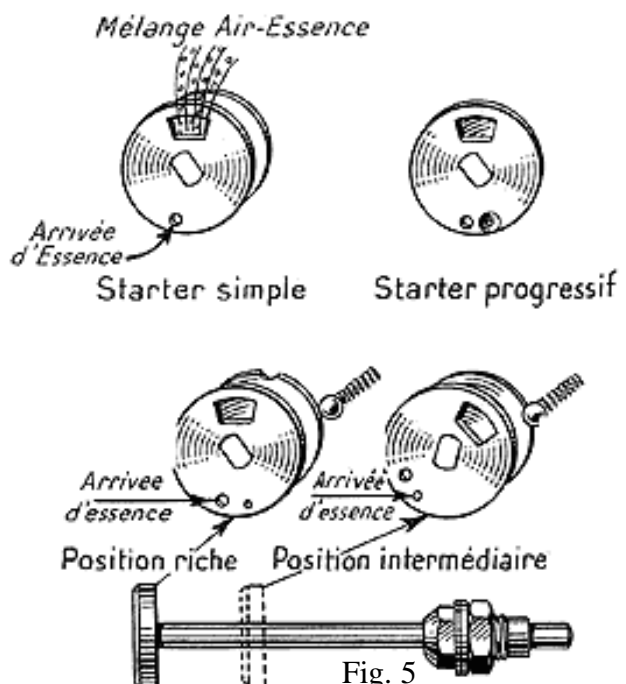

Fig. 5
L'action sur la tirette de starter provoque la rotation d'un jeu de glaces ne possédant qu'une position de richesse, avec ce modèle la commande doit être tirée à fond (starter en circuit) ou repoussée complètement (starter hors circuit). Ne jamais placer la tirette dans une position intermédiaire (Fig. 5).
- ouvert à demi (position repérée par un verrouillage du levier de starter), nettement moins riche, cette position est à utiliser lorsque le moteur est déjà tiède, soit après un certain temps de fonctionnement sur la position précédente, soit après arrêt lorsque le moteur n'est pas tout à fait froid (Fig. 5).
La richesse du mélange varie suivant la position de la tirette, l'appauvrissement du mélange est réalisé progressivement pendant toute la course de la tirette (Fig. 5).